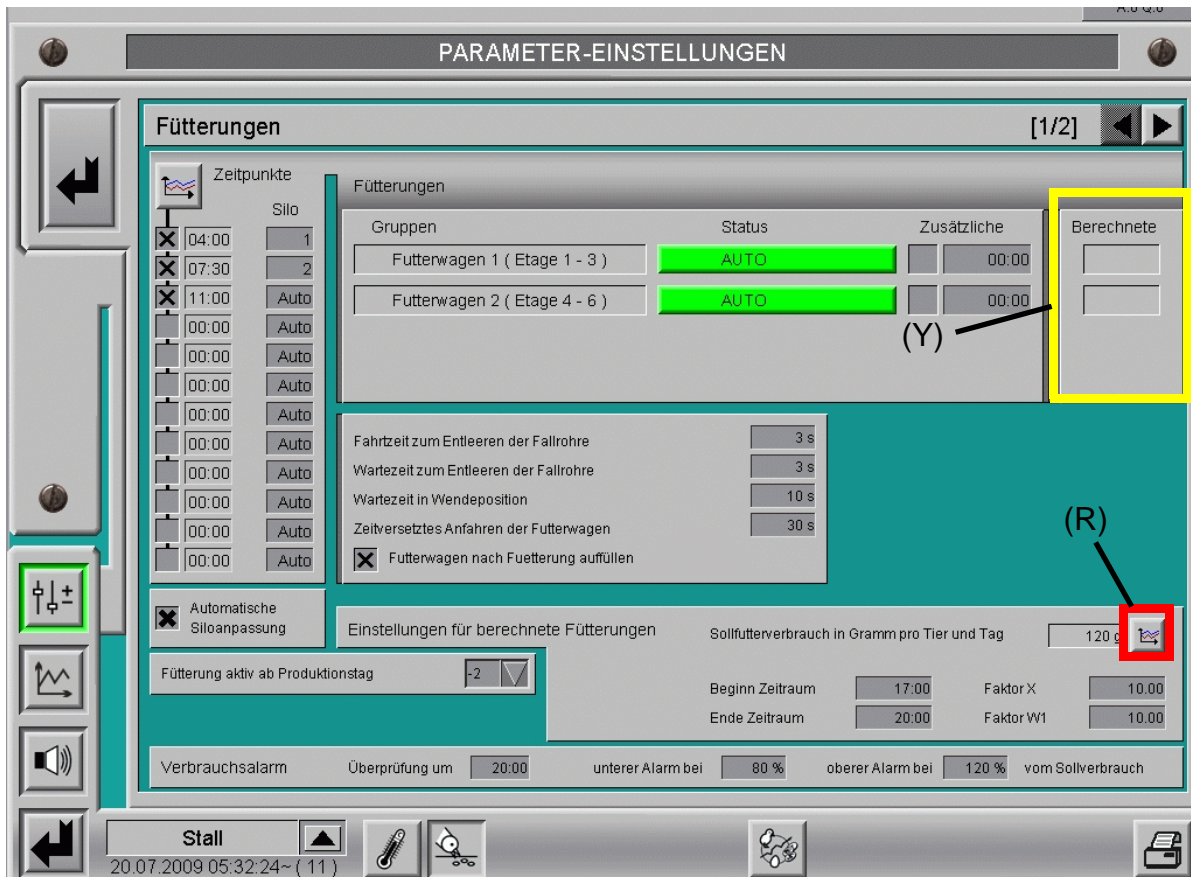

Bild 4-6: Einstellung zur automatisch berechneten letzten Fütterung
Um das gewünschte Sollfutter im Stall einzustellen, muss, wie im Bild 4-6 gezeigt, auf die rot (R) markierte Schaltfläche mit dem Kurvensymbol geklickt werden.